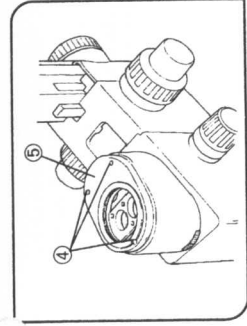

Abb. 32
1. Den Handschutz ② durch Festziehen der beiden mitgelieferten Feststellschrauben mit Hilfe des beiliegenden Sechskant-Steckschlüssels (für M3-Schrauben) am Objektivrevolver ① befestigen (Abb. 32).
4. Das Objektiv vom Zoom-Mikroskopstativ abnehmen und die Objektivaufnahme ⑤ durch Lösen der drei Feststellschrauben ④ mit Hilfe des beiliegenden Sechskant-Steckschlüssels (für M3-Schrauben) entfernen (Abb. 32).